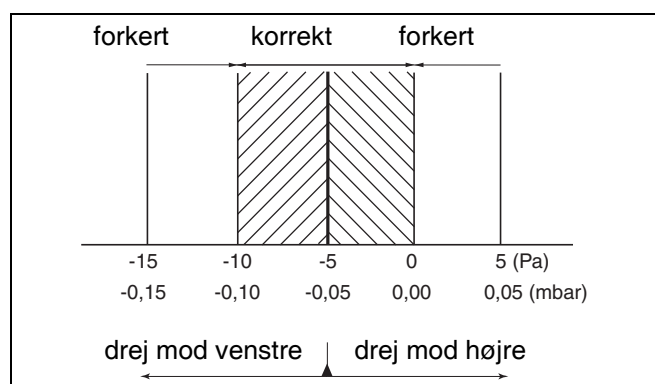

Fig. 83 Difference mellem gas/luft ved lav belastning
- Aflæs differencetrykket under servicedriften. Differencetrykket ($p_{\text{gas}} - p_{\text{luft}}$) skal være -5 Pa ($\pm 5 \text{ Pa}$) (visning på måleapparatet: -10 til 0 Pa) (fig. 83).